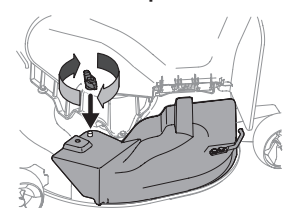

Figura 7
4. Asegure el adaptador para abono en su lugar con la perilla de aletas. Consulte la Figura 7 para plataformas fabricadas y estampadas.